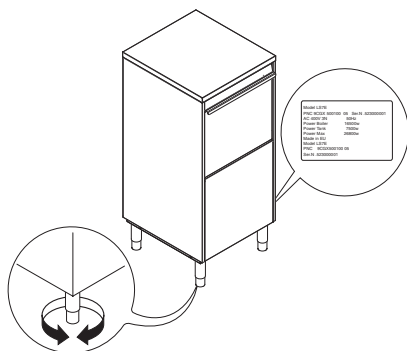

Fig. 5
Typepladen indeholder identifikationsdata og tekniske data og pladen er anbragt på maskinens højre sidepanel (Fig. 5).
- Anbring opvaskemaskinen og bring den i niveau ved at dreje på de justerbare ben (Fig. 5).